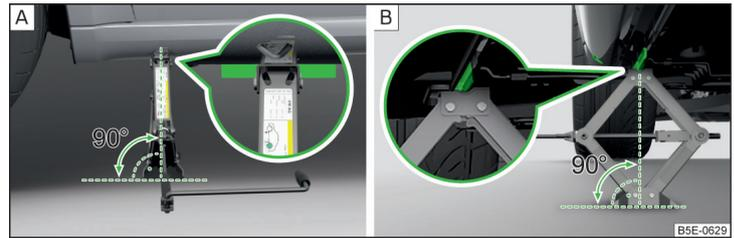

Abb. 325 Wagenheber ansetzen
- » Die Grundplatte des Wagenhebers mit der gesamten Fläche auf einem geraden Untergrund stellen, sodass sich der Heber in senkrechter Position zum Aufnahme­steg befindet » Abb. 325 - A.
- » Den Wagenheber mit der Kurbel so weit hoch drehen, bis die Klaue des Hebers den Steg umfasst » Abb. 325 - B.